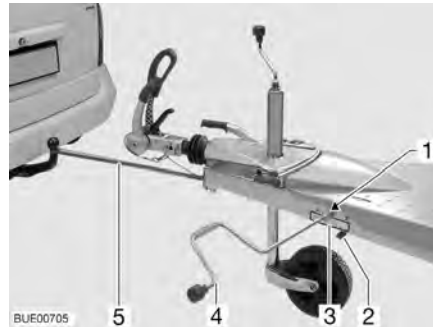

Bild 5 Kopplingshjälp Easy-Pull
- Ställ spärrspaken (Bild 5,2) i öppet-läge.
- Drag fram bältet med kroken (Bild 5,5), lägg det runt släpvagnskopplingens kulhals på dragfordonet och lås fast det i detta läge.
- Ställ spärrspaken (Bild 5,2) i stängt-läge.
- Sätt veven för husvagnens vevstöd (Bild 5,4) på vevanordningens sexkant (Bild 5,1) och veva. Beakta vridriktningen som visas på dekalen (Bild 5,3).